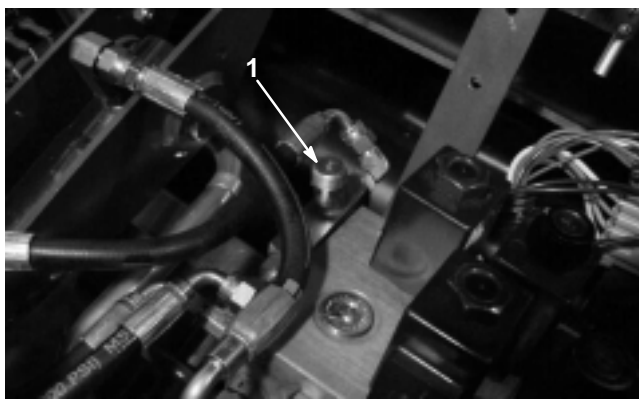

Bild 53
Der Hub-/absenkungskreis der Mähwerke ist mit einem Stromventil ausgerüstet (Bild 53). Dieses Ventil wird im Werk um ungefähr 3 Umdrehungen geöffnet. Zum Ausgleichen unterschiedlicher Hydrauliköltemperaturen und Mähgeschwindigkeiten usw. müssen Sie dieses Ventil jedoch u. U. einstellen. Gehen Sie dabei folgendermaßen vor:
1. Heben Sie den Sitz an und finden Sie das Stromventil für das mittlere Zuggestell (Bild 53), das sich neben dem Hydraulikverteiler befindet.